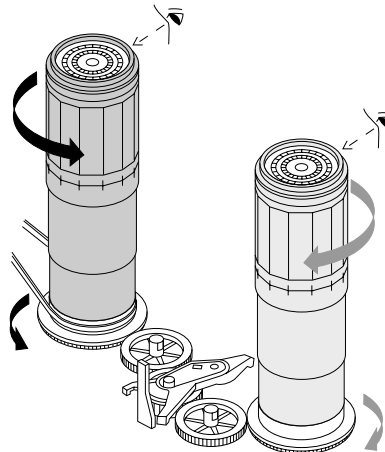

Fig. 9.2
9.2 Wickeltellerdrehmomente prüfen (Fig. 9.2)